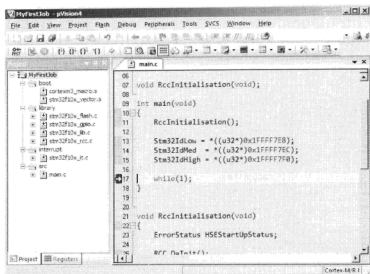

图 4.4.23 程序运行至断点处
① 首先请读者将光标停留在程序中“while(1);”一句所在行,按下 F9 设置断点,并随即按下 F5 执行全速运行。因为程序很短小,对于 72 MHz 主频的 STM32 来说,花费的时间只有几个 μs ,因此很快可以看到程序停在了设置断点的一行,如图 4.4.23 所示。